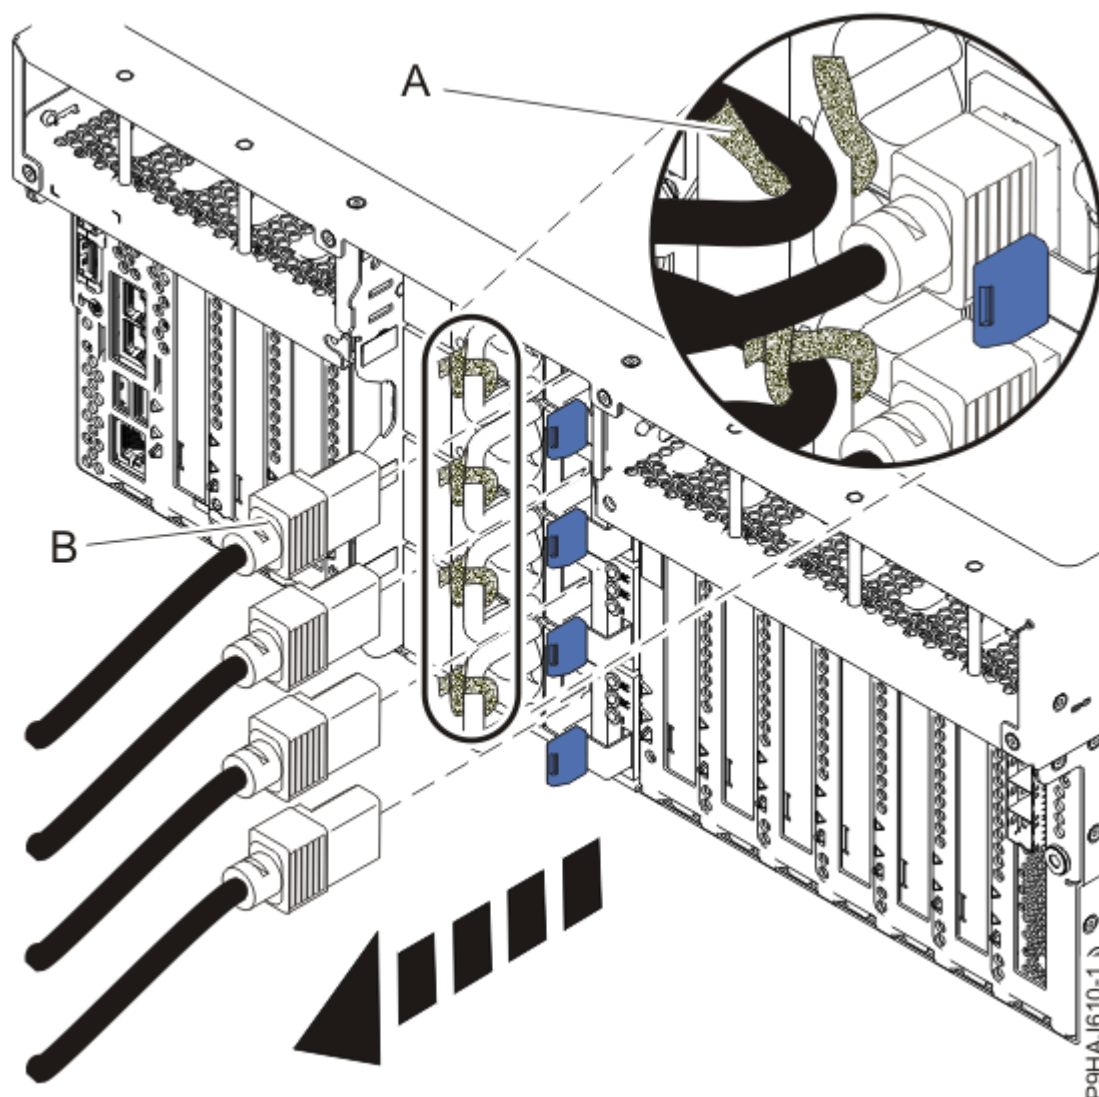

Figura 32. Extracció dels cables d'alimentació d'un servidor muntat en bastidor
- Consulteu la *Figura 32* a la pàgina 55 o la *Figura 33* a la pàgina 56.